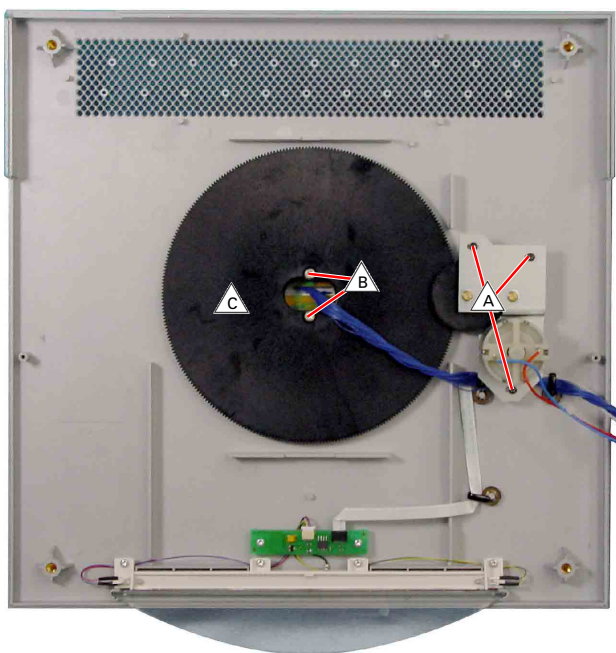

Fig. 11
**10. Display ausbauen (Fig. 11)**
**10. Removing the Display (Fig. 11)**